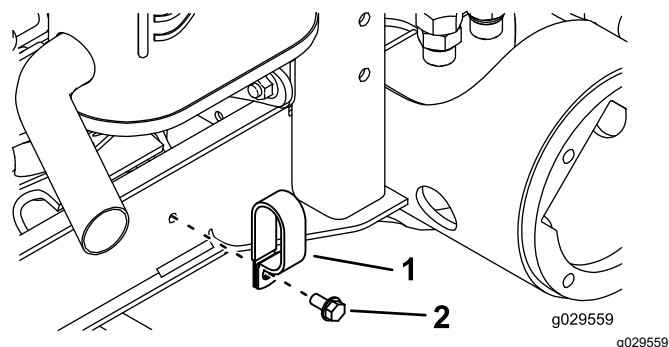

Figura 17
4. Retire o parafuso que prende a braçadeira de tubos ao canal da estrutura do lado direito da máquina (Figura 17).